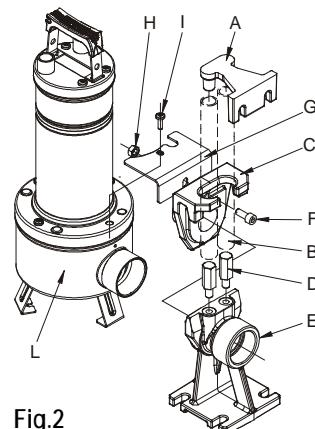

Fig.2
- 4.6 Empalmar el tubo/manguito de impulsión directamente en la boca de la bomba. De utilizarse la bomba en instalaciones fijas, es conveniente empalmarla a la tubería por medio de racor, para facilitar su desmontaje y reinstalación. Si se emplea un manguito, montar en la boca de la bomba un racor portagoma rosulado. Poner en la rosca material adecuado para garantizar la efectiva estanqueidad (cinta de teflón o afines). Para las instalaciones fijas se aconseja utilizar el dispositivo de izado DSD2 (disponible sobre demanda - **Fig.2**), con el fin de facilitar así las operaciones de mantenimiento de la electrobomba. Se insertará entre la boca de impulsión de la electrobomba y la tubería para evitar, en las operaciones de mantenimiento, tener que desmontar el tubo de impulsión. El dispositivo DSD2 está constituido por 8 piezas, más una no suministrada (tubos de 3/4").
El estribo guía tubo se coloca en la parte alta del pozo y se inserta en el extremo de dos tubos de 3/4" (no suministrados), que sirven de corredera. Los dos tubos empalman el estribo al pie de apoyo. Colocar el estribo de base en contacto con el filtro de la bomba, en proximidad de la boca de impulsión, fijándolo con dos tornillos, previstos para bloquear la tapa del filtro. Extraer el tornillo superior de la brida del lado de impulsión (I). Ensamblar el estribo antirrotación (G). Volver a montar el tornillo (I). Extraer la corredera del pie de acoplamiento y empalmalarla a la boca de impulsión de la bomba. Fijar la corredera a la bomba como se indica en la figura, por medio del tornillo (F) y de la tuerca (H). Volver a colocar el conjunto corredera/bomba en el pie (Fig.2)